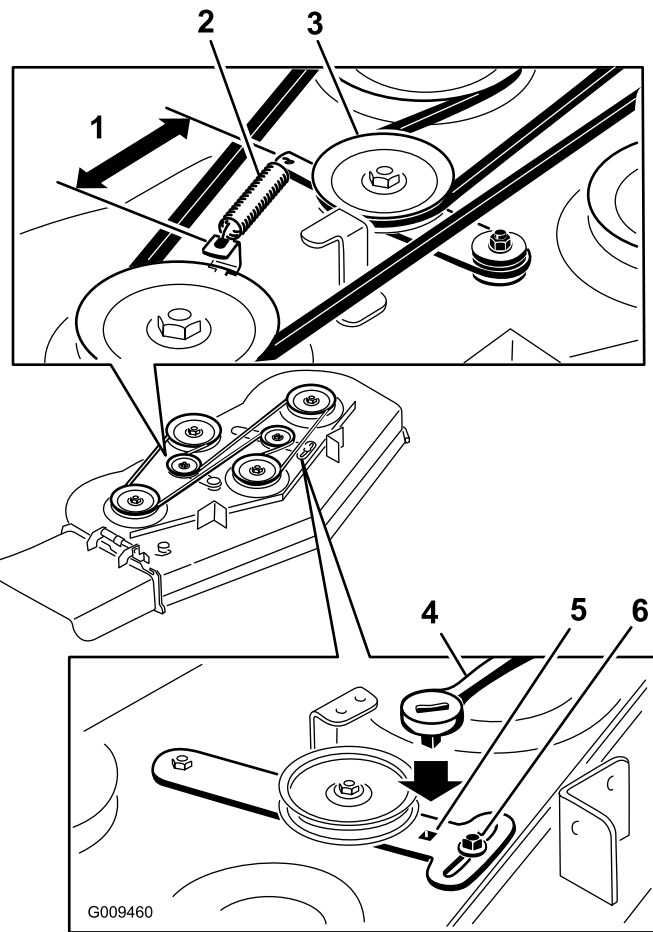

図 66
5. ベルトを取り外す (図 66)。
6. デッキ・プーリとクラッチ・プーリに新しいベルトを掛け回す (図 66)。
7. Uアイドル・アームについているラチェットを使って、アイドル・プーリを締め付け、スプリングがフックとフックの間で14.6cmになるようにする (図 66)。